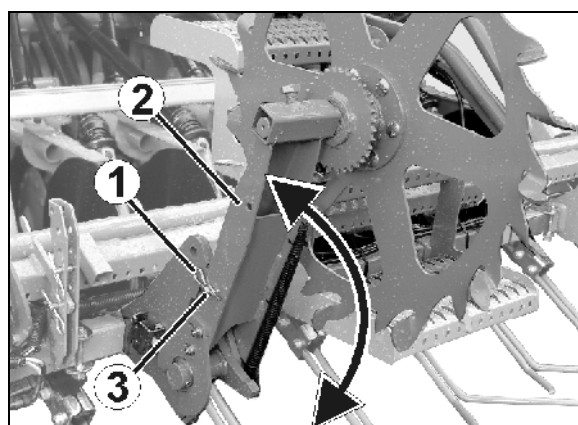

Fig. 96
1. Fjern fjærsplinten (Fig. 96/1).
2. Hold fast sporhjulholderen (Fig. 96/2), og trekk ut bolten (Fig. 96/3).